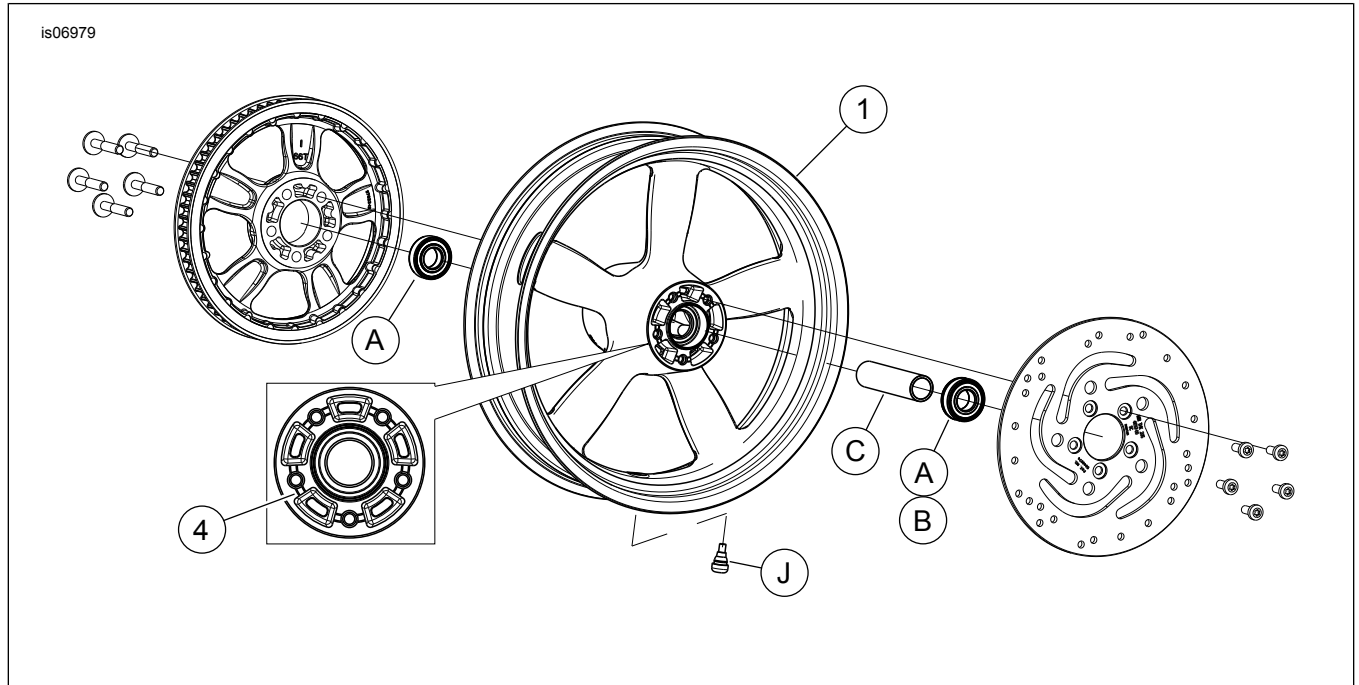

Abbildung 1. Ersatzteile: „Vapor“-Hinterrad (17-Zoll-Rad abgebildet)
Siehe Abbildung 1 und Ersatzteiletabellen.
2. Siehe Abbildung 1. Die Ventilschaft-Baugruppe (J) am Rad anbringen. Siehe das Werkstatthandbuch.